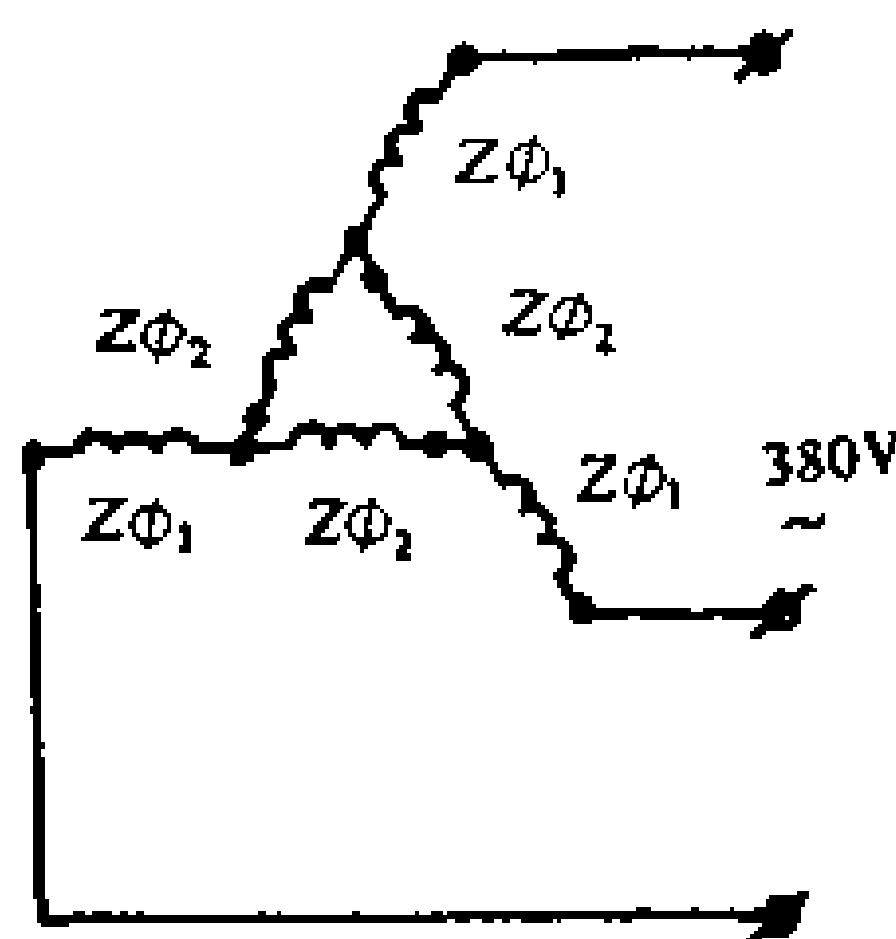

图 4—22 延边三角形降压启动原理图
采用 Y/D 启动的电动机，除按图 4—21 自行设计启动电路外，也可采用 QX1、QX2 手动 Y—D 启动器，以及 QX3、QX4A、QX10 自动 Y/D 启动器。
(4) 延边三角形降压启动：采用这种启动方法的电动机，其定子绕组有 9 个接线头，启动时将定子绕组一部分接成 Y 形，另一部分接成 D 形，称为延边三角形（图 4—22）。此时绕组的每相电压比三角形接法时有所降低，启动电流也可减小。当电动机转速升高后，再改成 D 形。定子绕组的抽头比例（D 部分与延边部分）可做成 1:1、1:2、3:5 等，接成延边部分的线圈比例越大，启动电压越高，根据启动时负载的大小，可得到所要求的起动力矩。